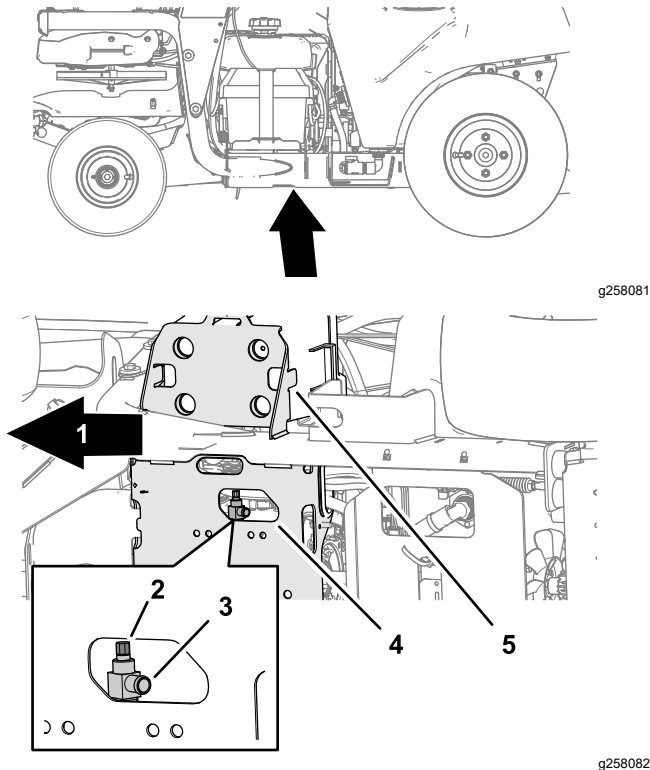

Figura 73
3. Coloque un recipiente de vaciado con capacidad de 1.5 litros (1.6 cuartos de galón US) o más debajo del tapón de vaciado de la parte inferior de la chapa de protección y al interior de la bandeja de la batería (Figura 73).
4. Abra la válvula de vaciado girando el vástago con cabeza hexagonal de la válvula en sentido antihorario con una llave (Figura 73).
5. Cierre la válvula de vaciado en sentido horario hasta que la válvula quede bien asentada (Figura 73).